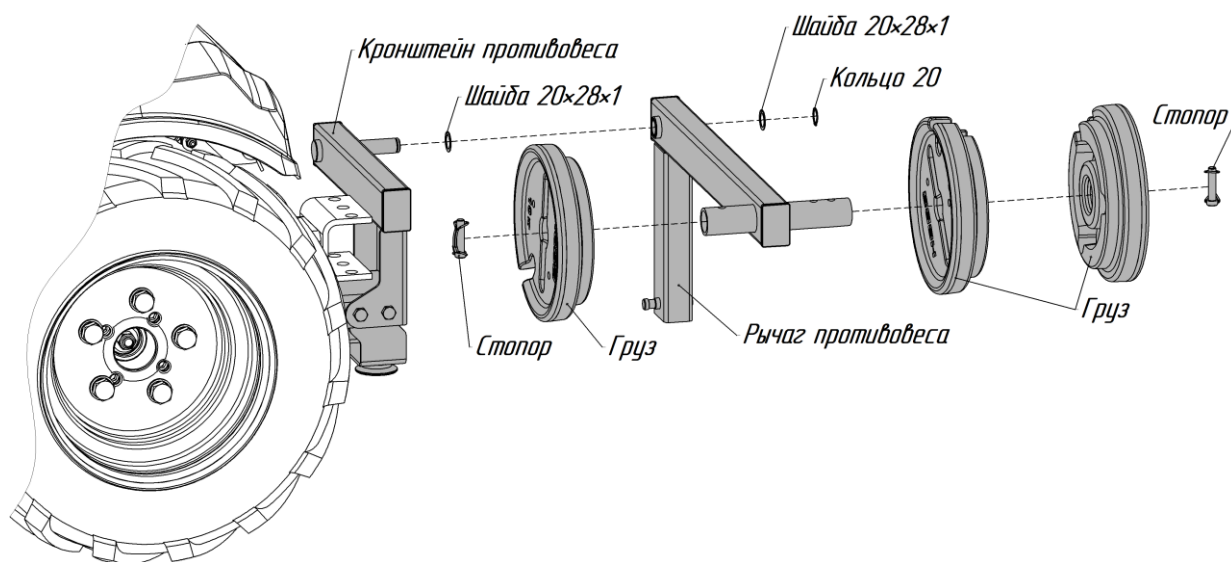

Рисунок 9
10. Установите Рычаг противовеса на Кронштейн противовеса, используя шайбы 20×28×1, и зафиксируйте Кольцом 20 (рисунок 9).
- снимите Зацеп с Оси (рисунок 9);
13. Установите Грузы и зафиксируйте их Стопорами (рисунок 9). В зависимости от применяемого навесного оборудования возможна установка двух или трех грузов.